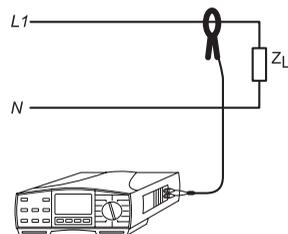

Bild 105: Anschluss des Zangenadapters
- Den gewünschten Zangenadapter an die beiden Messanschlüsse C1 (14) und C2/P (15) anschließen siehe Bild 105.
- Den UNITEST 0100-EUROtest mit der Taste 'EIN/AUS' einschalten, den Drehschalter 'Messfunktion' auf die Funktion (7) Oberwellen stellen.
- Den Zangenadapter mit dem Prüfling gemäß Bild 105 verbinden. Öffnen Sie den Zangenadapter und umschließen Sie am Prüfling eine der aktive Leiter des zu messenden Prüflings. Falls gewünscht kann mit der Taste 'HILFE' die Anschlussinformation direkt am Messgerät abgerufen werden.